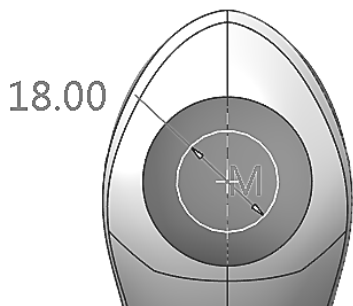

图 7-155 圆形草绘图“草绘 10”
(3) 单击【模型】→按钮，弹出【拉伸】操控面板。在操控面板上，选择【拉伸为曲面】。单击【放置】→【定义】，选择绘图区中的“拉伸 5”作为草绘平面，单击【草绘】进入草绘模式。绘制圆形曲线，如图 7-155 所示。